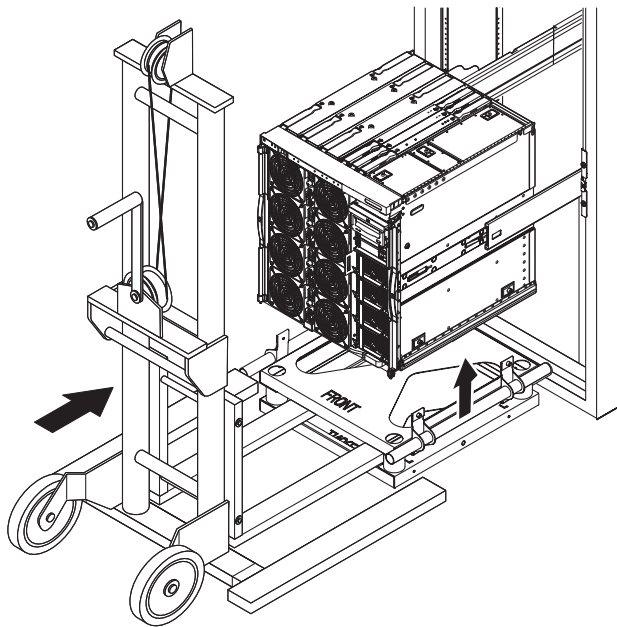

図 3-8 リフターおよび架台
7. 架台をシステムの高さまで持ち上げます。架台の正面をシステムの正面の位置に合わせます (図 3-8)。